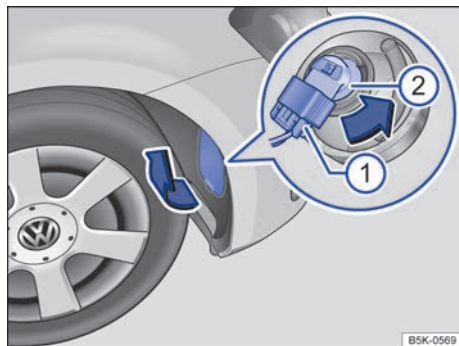

Fig. 180 En el guardabarros delantero derecho: cambio de lámpara en el faro.
3.	Desprenda la tapa del guardabarros con cuidado en el sentido de la flecha, en caso necesario haciendo palanca con la punta plana del destornillador de las herramientas de a bordo → fig. 180.
4.	Desbloquee el conector → fig. 180 ① y desacóplelo.
5.	Gire el portalámparas → fig. 180 ② en el sentido contrario al de las agujas del reloj (flecha), hasta el tope, y extraígallo junto con la lámpara hacia atrás.
8.	Acople el conector → fig. 180 ① al portalámparas → fig. 180 ②. El conector debe encastrar de forma audible.
9.	Coloque la tapa en el guardabarros → fig. 180.